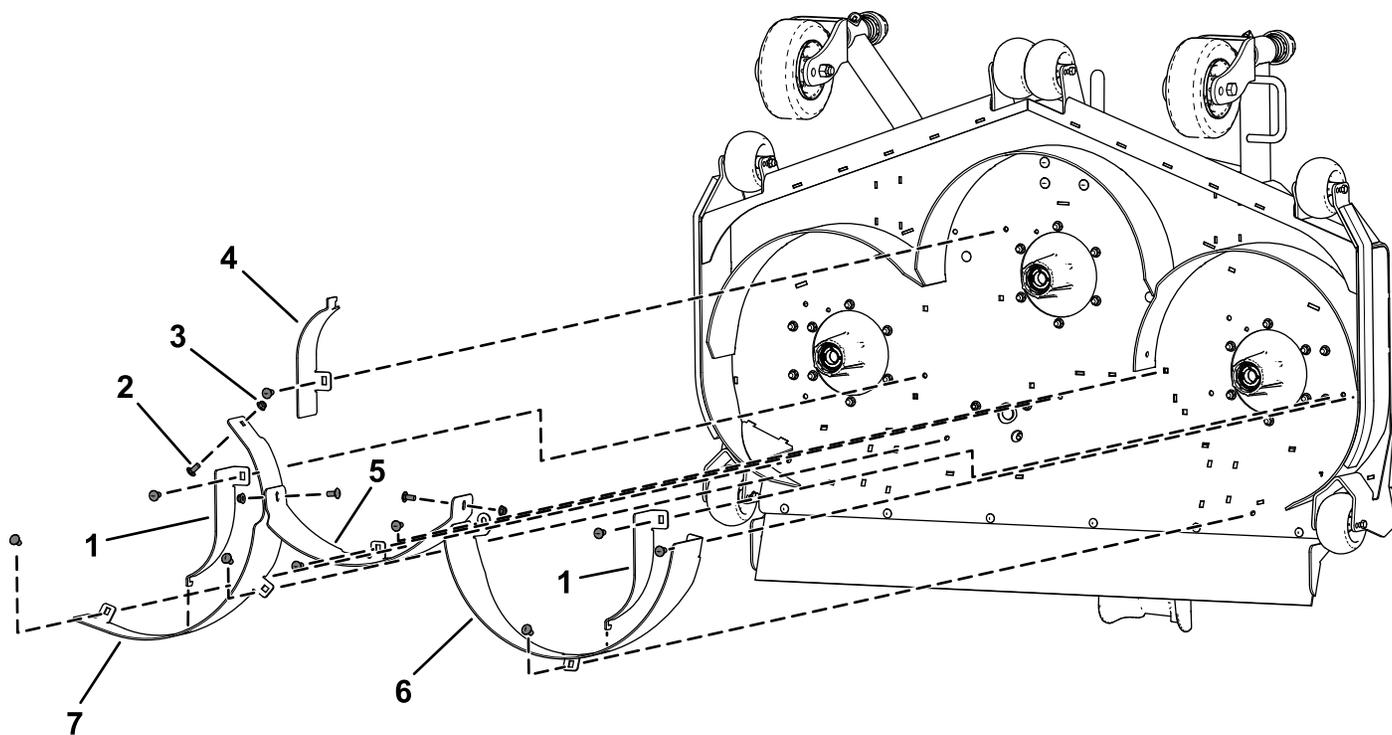

Рисунок 6
1. Прикрепите, не затягивая, задний правый дефлектор к деке газонокосилки с помощью 3 каретных болтов ( $\frac{3}{8} \times \frac{7}{8}$  дюйма) и 3 контргайк ( $\frac{3}{8}$  дюйма), как показано на Рисунок 6.
2. Прикрепите, не затягивая, задний левый дефлектор к деке газонокосилки с помощью 3 каретных болтов ( $\frac{3}{8} \times \frac{7}{8}$  дюйма) и 3 контргайк ( $\frac{3}{8}$  дюйма), как показано на Рисунок 6.
3. Прикрепите, не затягивая, задний средний дефлектор к деке газонокосилки с помощью 2 каретных болтов ( $\frac{3}{8} \times \frac{7}{8}$  дюйма) и 2 контргайк ( $\frac{3}{8}$  дюйма), как показано на Рисунок 6.
4. Прикрепите, не затягивая, задний средний дефлектор к заднему правому дефлектору с помощью 1 каретного болта ( $\frac{3}{8} \times \frac{7}{8}$  дюйма) и 1 контргайки ( $\frac{3}{8}$  дюйма), как показано на Рисунок 6.
5. Прикрепите, не затягивая, 2 боковых выталкивающих дефлектора и средний выталкивающий дефлектор с помощью 3 каретных болтов ( $\frac{3}{8} \times \frac{7}{8}$  дюйма) и 3 контргайк ( $\frac{3}{8}$  дюйма), как показано на Рисунок 6.